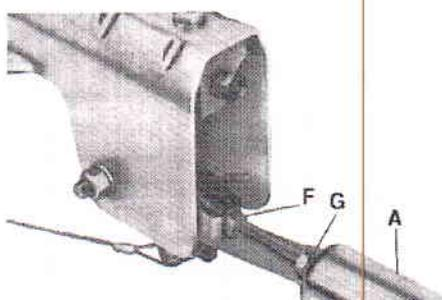
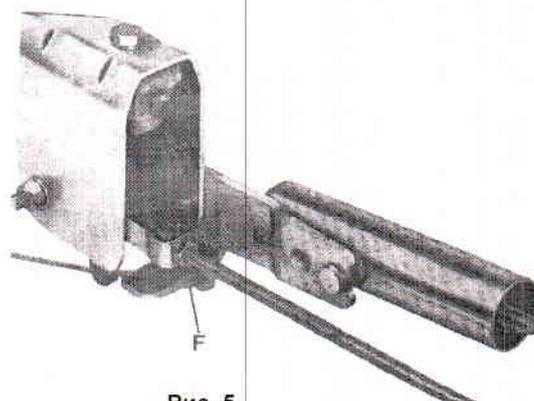
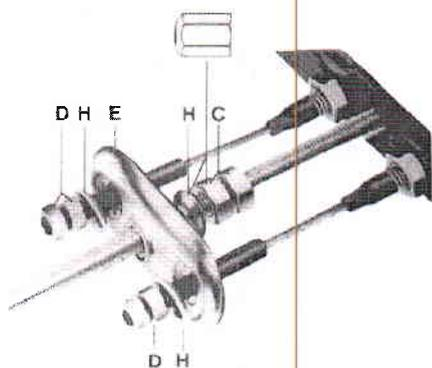

Рис. 4
Рис. 5
Рис. 6
Тормозную тягу необходимо закрутить в резьбу вилку на 15 мм и зафиксировать контргайкой **F** (рис. 5). Остальные гайки в соответствии с рисунками 3, 4, 5, 6, 7 наживить. Обратите внимание, чтобы у типа **HF** гайка **G** находилась на расстоянии 10 мм от торцевой поверхности энергоаккумулятора **A** (рис. 4). Не забудьте установить сферические шайбы **H** в соответствии с рис. 6, 7.
- b) После регулировки колесных тормозов гайки **C** и **D** установить таким образом, чтобы вылет троса составлял приблизительно 10 мм. Обратите внимание на перпендикулярность уравнивателя **E** к тормозной тяге (рис. 6.).